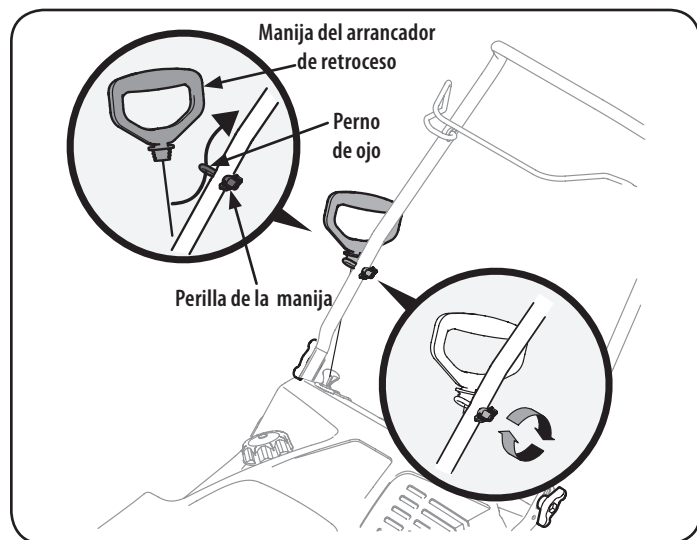

Figura 6
2. Coloque el perno de ojo y la perilla de la manija en la manija superior como se indica en la Figura 6. No ajuste completamente los herrajes hasta que se le indique que lo haga.
4. Deslice la cuerda del arrancador de retroceso dentro del perno de ojo desde la parte posterior de la máquina quitanieve. Vea la Figura 6.